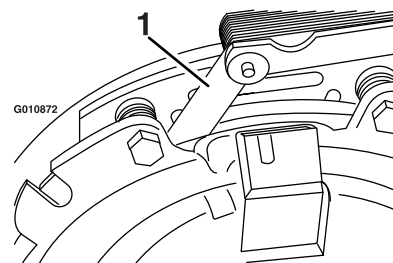
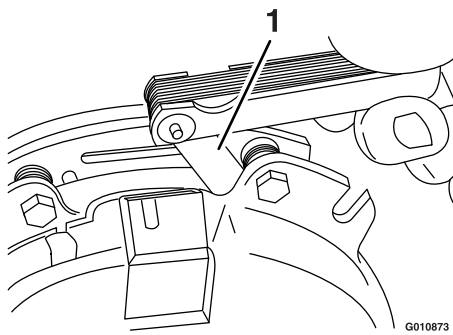

Figure 80
Figure 81
- E. À l'aide d'une jauge d'épaisseur de 0,25 mm, vérifiez qu'il existe un entrefer entre le rotor et la face de l'induit, de chaque côté du pôle de frein, comme montré à la Figure 80 et la Figure 81.